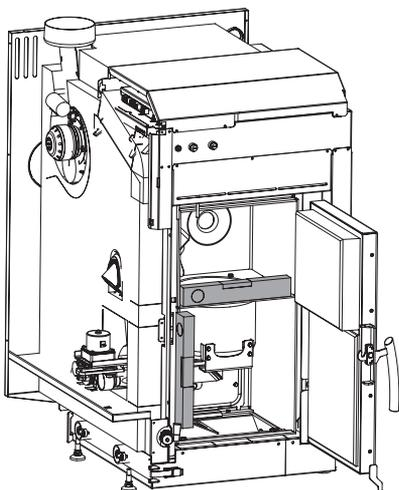

Fig. 88 Allineare la caldaia con una livella a bolla
- Spingere la caldaia nel luogo e punto di installazione e con le 4 viti di regolazione allinearla in orizzontale o leggermente in salita verso il retro. Per allinearla, appoggiare una livella a bolla nella parte anteriore del telaio della porta o sulla lamiera di tenuta – Fig. 88.